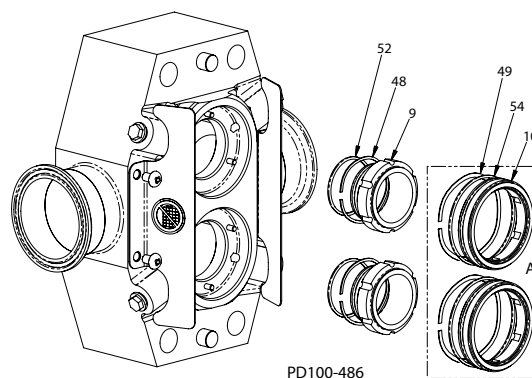

Figura 35 - Îndepărtați sigiliile
3. Îndepărtați sigiliul interior (Figura 35, articol 9) și supapa ondulată (articolul 48). Îndepărtați inelul-o (articolul 52) din sigiliul interior și verificați-l. Înlocuiți dacă este necesar.
4. La pompele echipate cu sigiliu mecanic dublu (Figura 35, figura A), îndepărtați sigiliul extern (articolul 10) și supapa ondulată. Îndepărtați inelul-o (articolul 54) din sigiliul extern și verificați-l. Înlocuiți dacă este necesar.